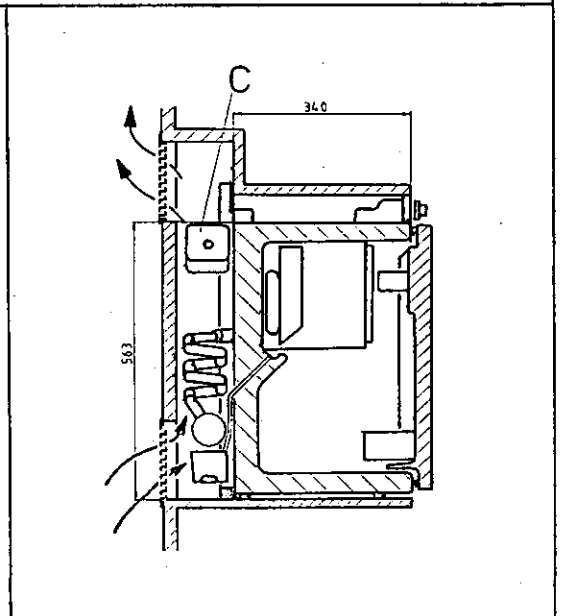

Fig. 10
Le groupe frigorifique est ventilé par l'intermédiaire de deux ouvertures percées dans la paroi de la caravane (voir figure 10), l'une en bas pour l'arrivée de l'air frais et l'autre en haut pour l'évacuation de l'air chaud.
Percez l'ouverture inférieure juste au-dessus du fond de l'emplacement et l'ouverture supérieure le plus haut possible au-dessus du condenseur (C) du groupe frigorifique, Fig. 10.
Évacuation des gaz brûlés (Alt. I), Fig. 10.
Le conduit de ventilation à la partie arrière de la niche est délimité par la paroi de la caravane et le dos du réfrigérateur, voir fig. 10. Il doit être hermétiquement isolé de l'intérieur de la caravane. Ni les gaz de combustion ni l'air de ventilation prélevé à l'extérieur à travers la paroi ne doivent pouvoir pénétrer à l'intérieur de la caravane.